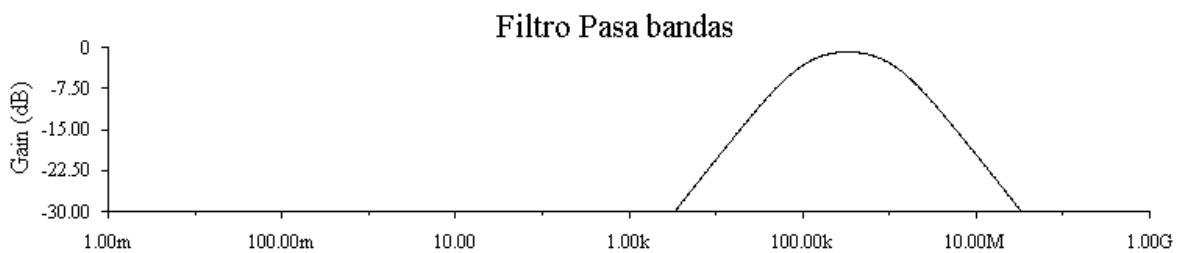

Figura 10.13. Respuesta en frecuencia en un filtro pasa- banda
*La característica mas importante de este circuito es el ancho de banda que deja pasar, esto es, el ancho de banda es igual a la resta de las frecuencias de corte, figura 10.13*